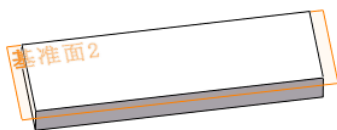
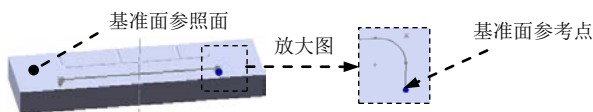

图 13.2.23 基准面 2
图 13.2.24 基准面参照实体
Step5. 创建图 13.2.23 所示的基准面 2。选择下拉菜单 **插入(I)** → **参考几何体(G)** → **基准面(E)...** 命令；选取图 13.2.24 所示的点和面为参考实体。